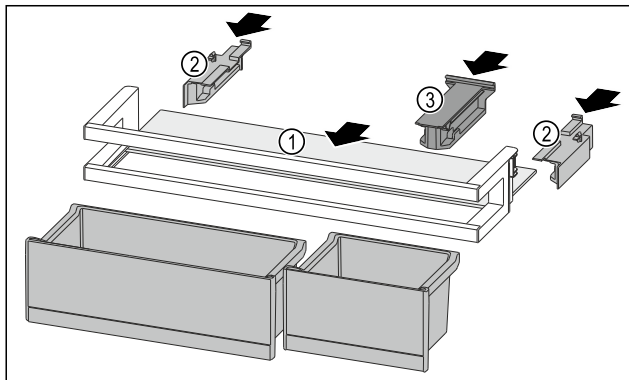

Fig. 100
- Inserire il ripiano Fig. 100 (1) negli incavi laterali.
- Inserire gli elementi laterali Fig. 100 (2).
- Inserire l'elemento di tenuta Fig. 100 (3).